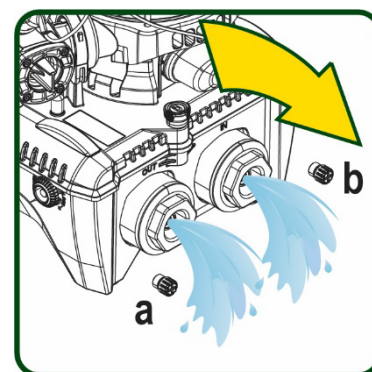

Рисунок 20
5. удалите обе дренажные заглушки на док-станции и вылейте через них оставшуюся внутри воду (около 11 литров); Рис. 20
2. Снимите давление с участка установки бака (снимите с установки давление, закройте ближайший к насосу клапан, чтобы предотвратить освобождение всей установки на нагнетании, откройте дренажную заглушку на нагнетательном коллекторе насоса -Рис. 20А-, ускорьте дренаж воды, открутив заливную пробку в техническом отсеке для попадания внутрь воздуха)